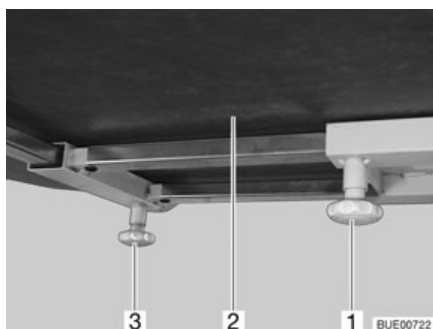

Fig. 85 Table fixe
- Desserrer la vis moletée (Fig. 85,1).
- Pousser le plateau (Fig. 85,2) dans la position désirée.
- Desserrer la vis moletée (Fig. 85,3).